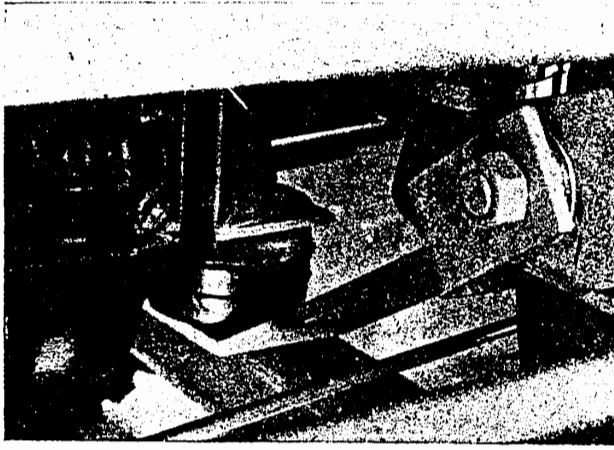

Bild M 265. Motorträger angebaut
1. Beim Auswechseln des vorderen Motorträgers sind die Anzugsmomente (Abschnitt 8.3.) zu beachten (Bild M 265).